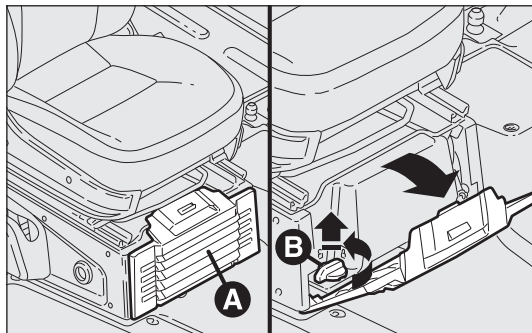
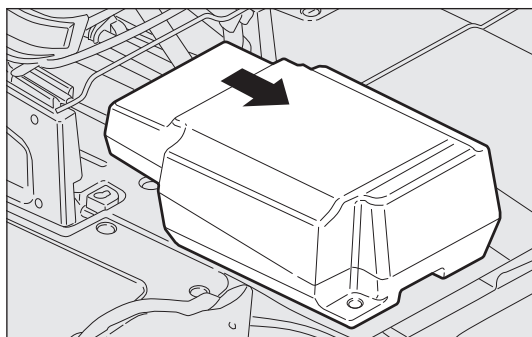

fig. 212
fig. 213
- ouvrir la trappe A et la déposer comme indiqué dans la fig. 212;
- tourner le pommeau B dans le sens inverse des aiguilles d'une montre et l'extraire fig. 212 pour permettre la sortie du tiroir fig. 213;